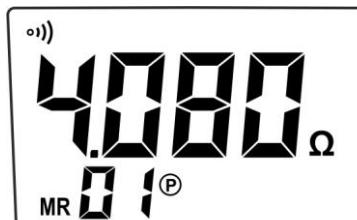

Abb. 29: Displayaufruf der Messergebnisse
2. Drücken und halten (>2s) Sie die Taste “**MEM**” Taste für den Zugriff auf den Speicherbereich. Das Instrument zeigt die letzte abgespeicherte Messung und das Symbol “**MR**” (siehe Abb.29)